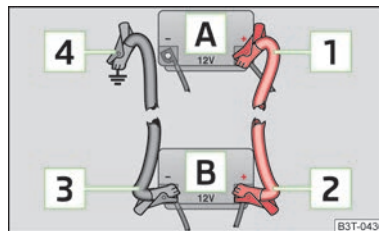

Fig. 153
- Prindeți un capăt **1** » fig. 153 la polul plus al bateriei descărcate **A**.
- > Fixați un capăt **3** » fig. 153 la polul minus al bateriei furnizoare de curent **B**.